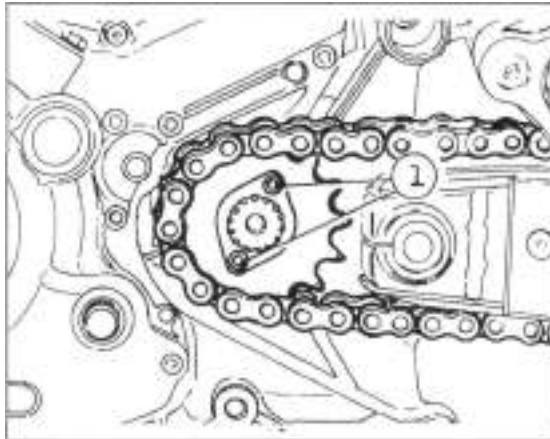

Bild 132
- Die Befestigungsschrauben des Ritzelsicherungsblechs ausdrehen, und Blech von Ritzel abnehmen (Bild 132).